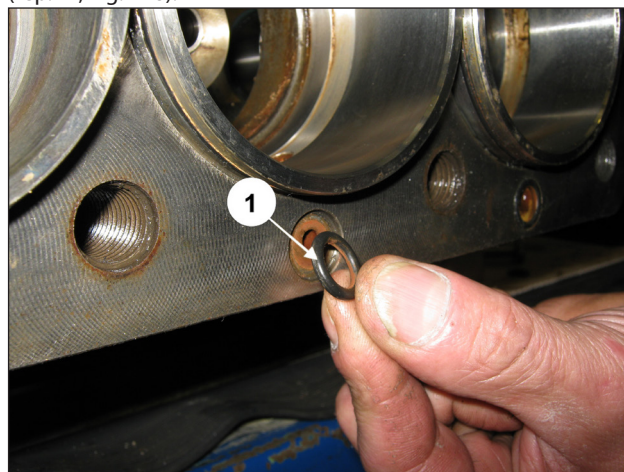

Fig. 118
Poser les 6 joints toriques frontaux sur le carter de pompe (rep. ①, Fig. 118).